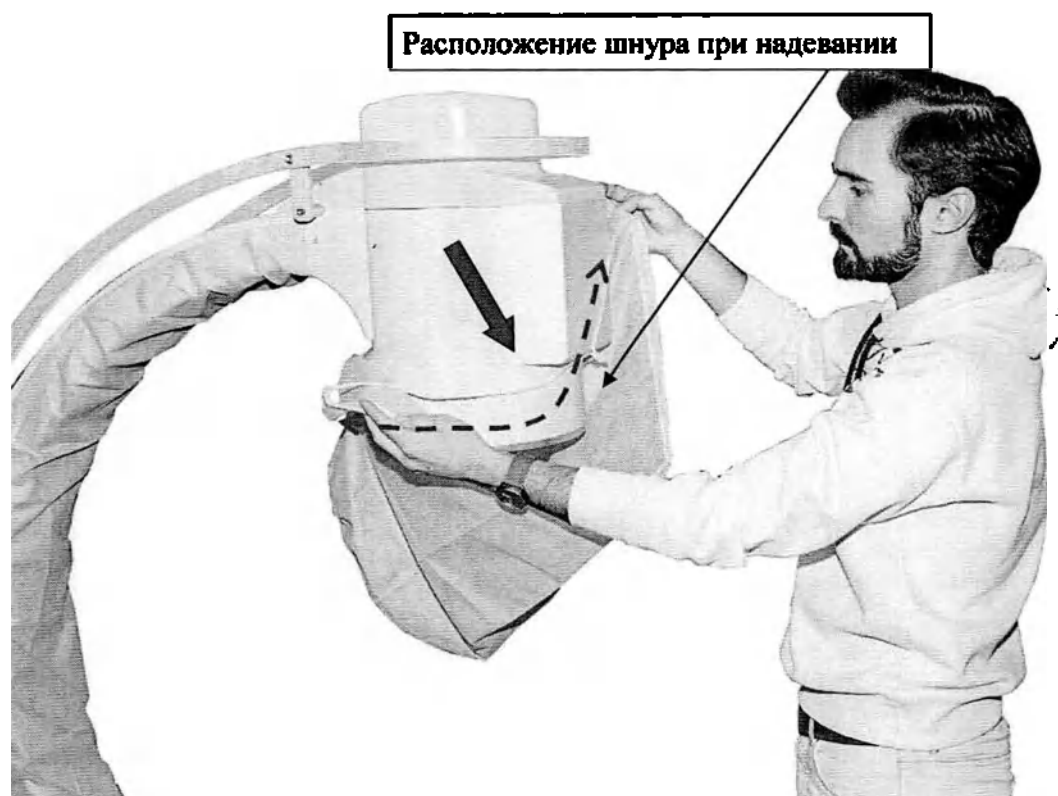

Рисунок 7.5
2. Наденьте чехол на ЭОБ, при этом обратите внимание, чтобы шнур располагался так, как указано на рисунке (пунктирная линия со стрелками), т.е. чтобы он в итоге оказался над С-дугой (см. Рисунок 7.5).